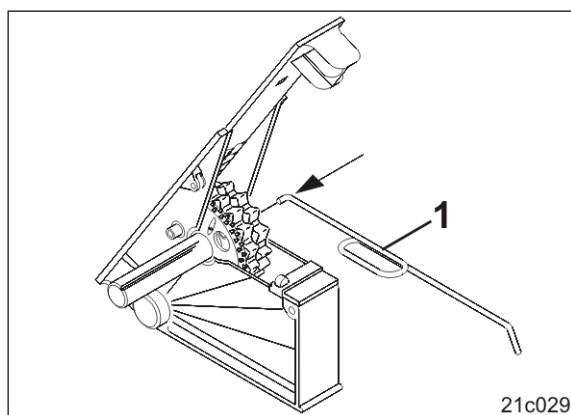

Рис. 66
2. До упора прижмите штифт входящим в комплект поставки ключом (Рис. 66/1) к мелкосемянным высевальным катушкам.